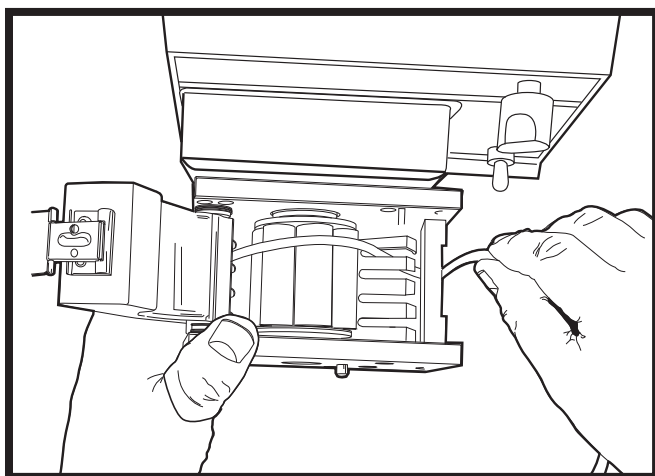

Figura 8, Sujete el anillo del tubo en la ranura correspondiente.
4. Cuidando que el tubo no se retuerza, estírelo suavemente sobre los rodillos para sujetar los anillos del tubo en la ranura correspondiente, en el extremo opuesto del cabezal (del lado de la traba) (Figura 8).